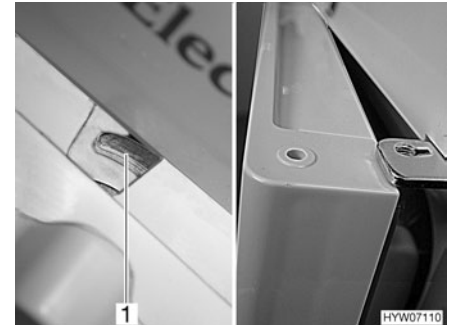

Fig. 168 Puerta del frigorífico/puerta del compartimento congelador en posición de ventilación (Dometic de la serie 7 con compartimento congelador separado)
- Empujar el bloqueo completamente hacia la derecha. La puerta del frigorífico/puerta del compartimento congelador se fija con ayuda del bloqueo de la puerta (Fig. 168,1). De este modo, la puerta del frigorífico/puerta del compartimento congelador quedará ligeramente abierta (Fig. 168).